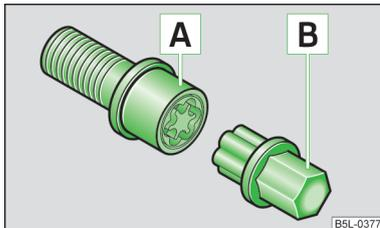

Fig. 151
Los tornillos de rueda antirrobo protegen las ruedas de un robo. Ellos se pueden aflojar y/o apretar solamente con ayuda del adaptador [B] » fig. 151.
- Colocar el adaptador [B] » fig. 151 con el lado dentado hasta el tope en el dentado interno en la cabeza de los tornillos de rueda antirrobo [A].